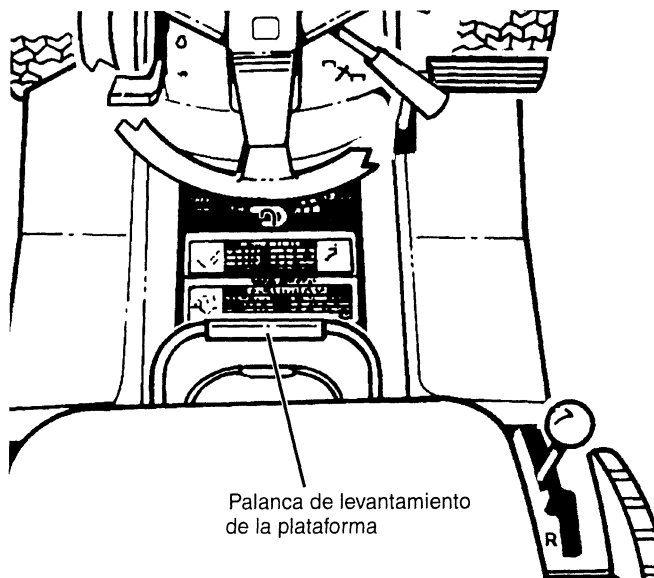

FIGURA 48
- Levante la palanca de levantamiento de la plataforma del cortacésped a su punto más alto, al oprimir el cerrojo de la palanca de fijación y jalar la palanca hacia arriba. (vea la Figura 48)